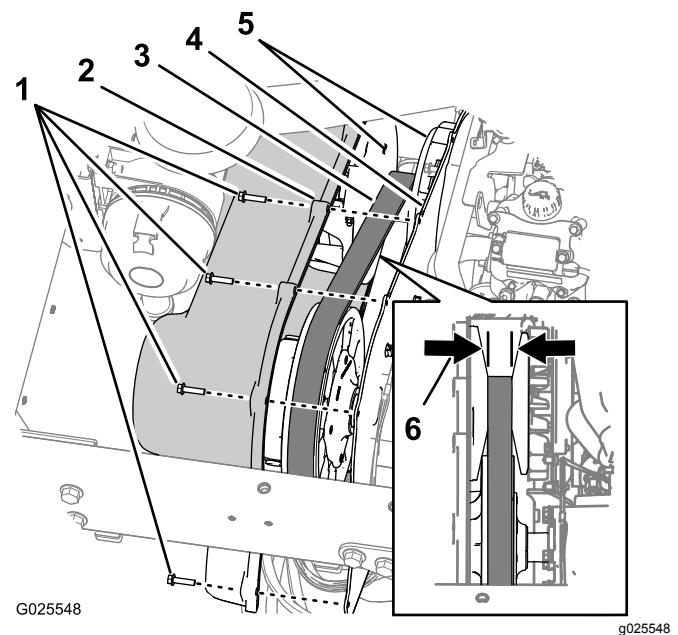

Figura 71
cubierta de la transmisión a la placa de montaje de la transmisión (Figura 71).
2. Mueva la cubierta hacia adelante hasta que pueda ver la correa de transmisión (Figura 71).
3. Inspeccione las caras cónicas del embrague primario en busca de señales de daños (Figura 71).
4. Compruebe la correa de transmisión en busca de dientes dañados o ausentes (Figura 71).
5. Mida y anote la anchura de la correa (Figura 71).
Nota: Si la anchura de la correa es de 29,5 mm o menos, cambie la correa (Figura 71).
6. Alinee los taladros de la cubierta de la transmisión con los taladros de la placa de montaje (Figura 71).
7. Sujete la cubierta a la placa de montaje (Figura 71) con los 9 pernos de cabeza hexagonal ($1/4'' \times$